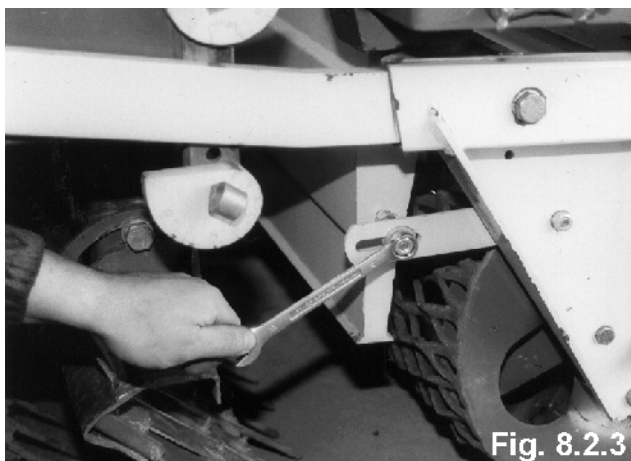

Fig. 8.2.3
- отвинтите обе гайки M10 по обеим сторонам жёлоба (рис. 8.2.3),